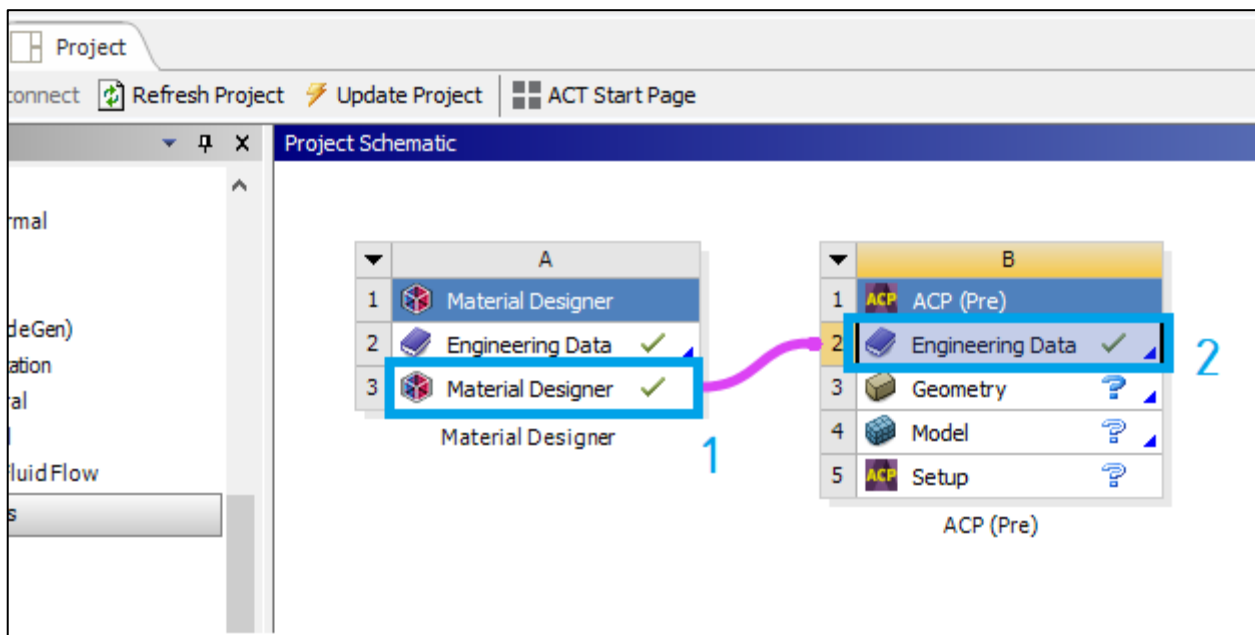

Рис. 13. Создание связи
10. Создадим связь между модулем **Material Designer** и **ACP (Pre)** для присвоения созданного нами композитного материала к анализируемой геометрии (рис. 13).